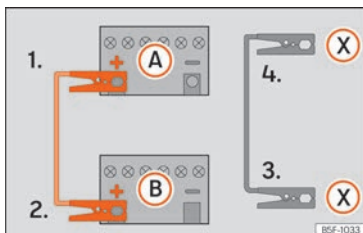

Fig. 154 Schema electrică pentru autovehicule cu sistem Start-Stop.
» » fig. 154.
La autovehiculele cu sistem Start-Stop: conectați un capăt al cablului de pornire asistată negru (X) la un punct de împământare adecvat, o piesă metalică solidă a blocului motor sau la blocul motor propriu-zis » » fig. 154.
- Conectați celălalt capăt al cablului negru pentru pornirea asistată (X) la un punct de împământare adecvat, o piesă solidă din metal înșurubată pe blocul motor sau chiar la blocul motor al autovehiculului cu bateria descărcată. Nu conectați cablul într-un punct aflat în apropierea bateriei A.